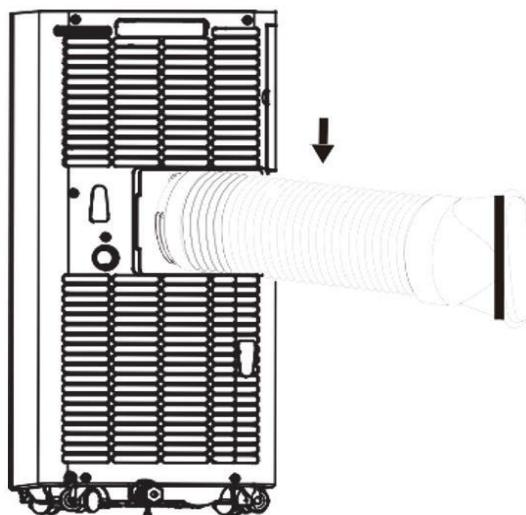

Fig. 1
- Enrosque la manguera de aire de escape (con adaptador) en la salida de aire de escape situada en la parte trasera del aparato (en sentido contrario a las agujas del reloj, fig. 1).